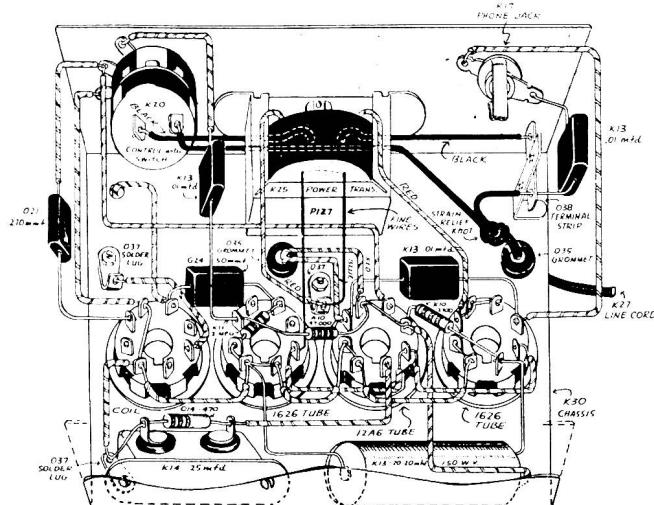

Fig. 4 Unteransicht des montierten und verdrahteten Chassis.
**Verdrahtung.** Mit der Verdrahtung darf erst begonnen werden, wenn alle Teile gut befestigt sind. Die Drähte können dann in beliebiger Reihenfolge gemäss Fig. 4 eingelötet werden. Dabei ist zu beachten: